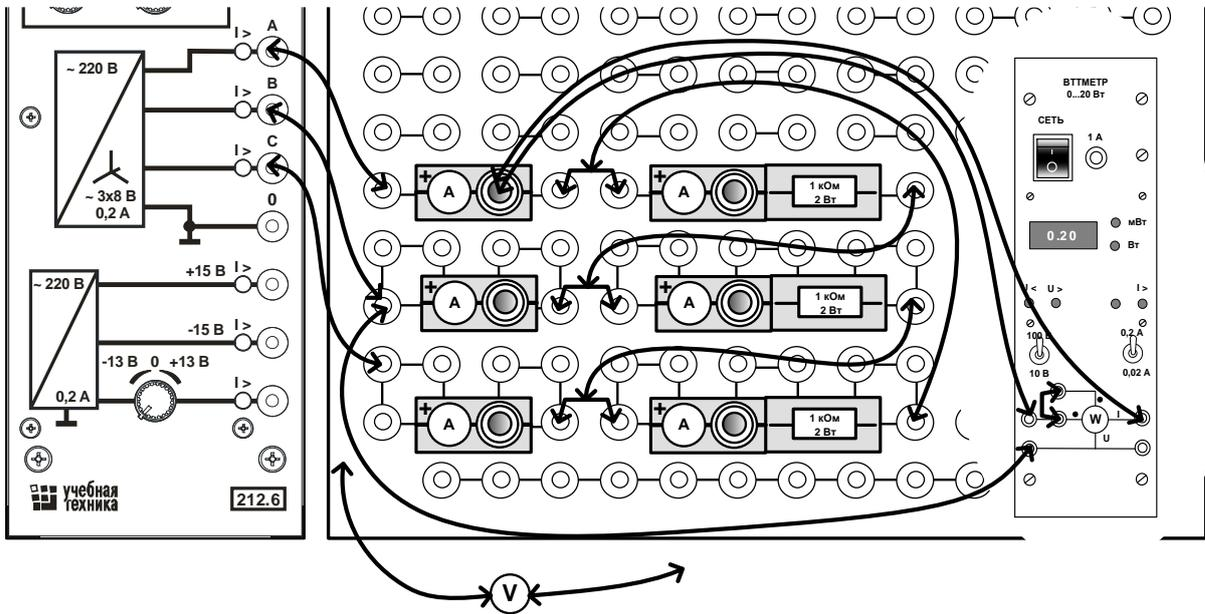

Рис. 13.4
- Соберите цепь с симметричной нагрузкой ($R_{AB} = R_{BC} = R_{CA} = 1 \text{ кОм}$) согласно принципиальной схеме (рис. 4.2.3) и монтажной схеме (рис. 13.4).